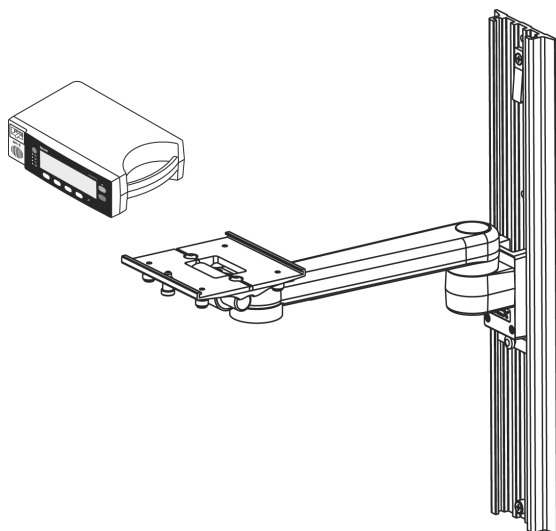

Figura 8: Brazo de instalación en pared GCX
- Brazo de instalación en pared GCX. Consulte Figura 8 en página 133.
El brazo de instalación en pared se ajusta a la placa de montaje GCX del N-600x, tal como se muestra en la Figura 8. Para obtener instrucciones adicionales para conectar el brazo de instalación en pared, consulte las instrucciones de uso ilustradas que incluye el brazo de instalación en pared.